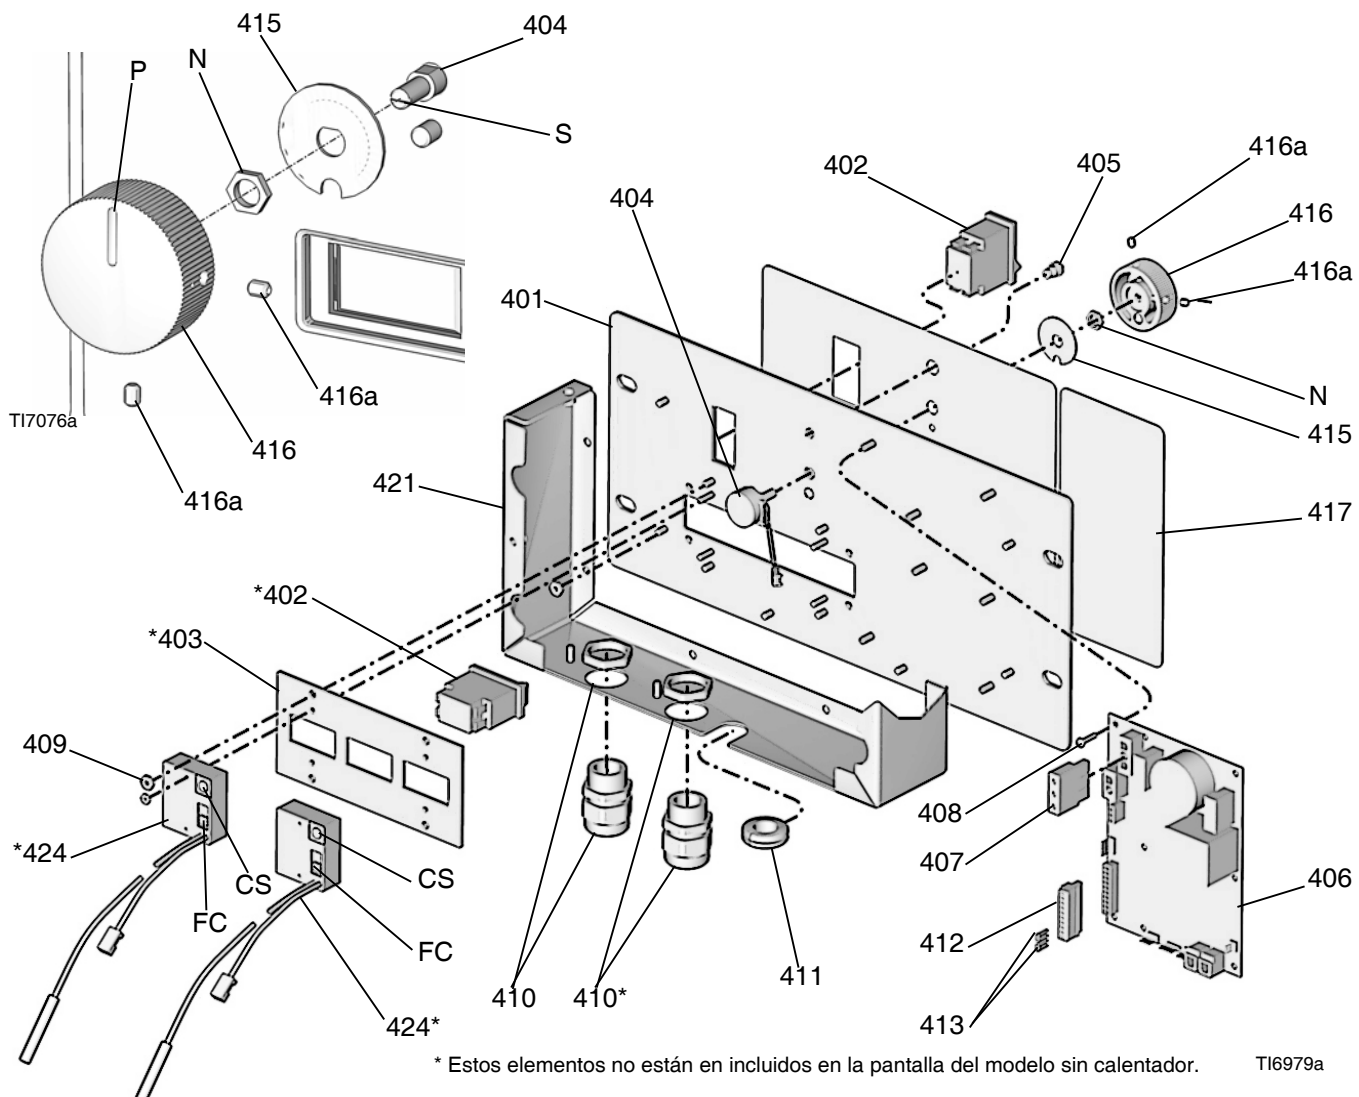
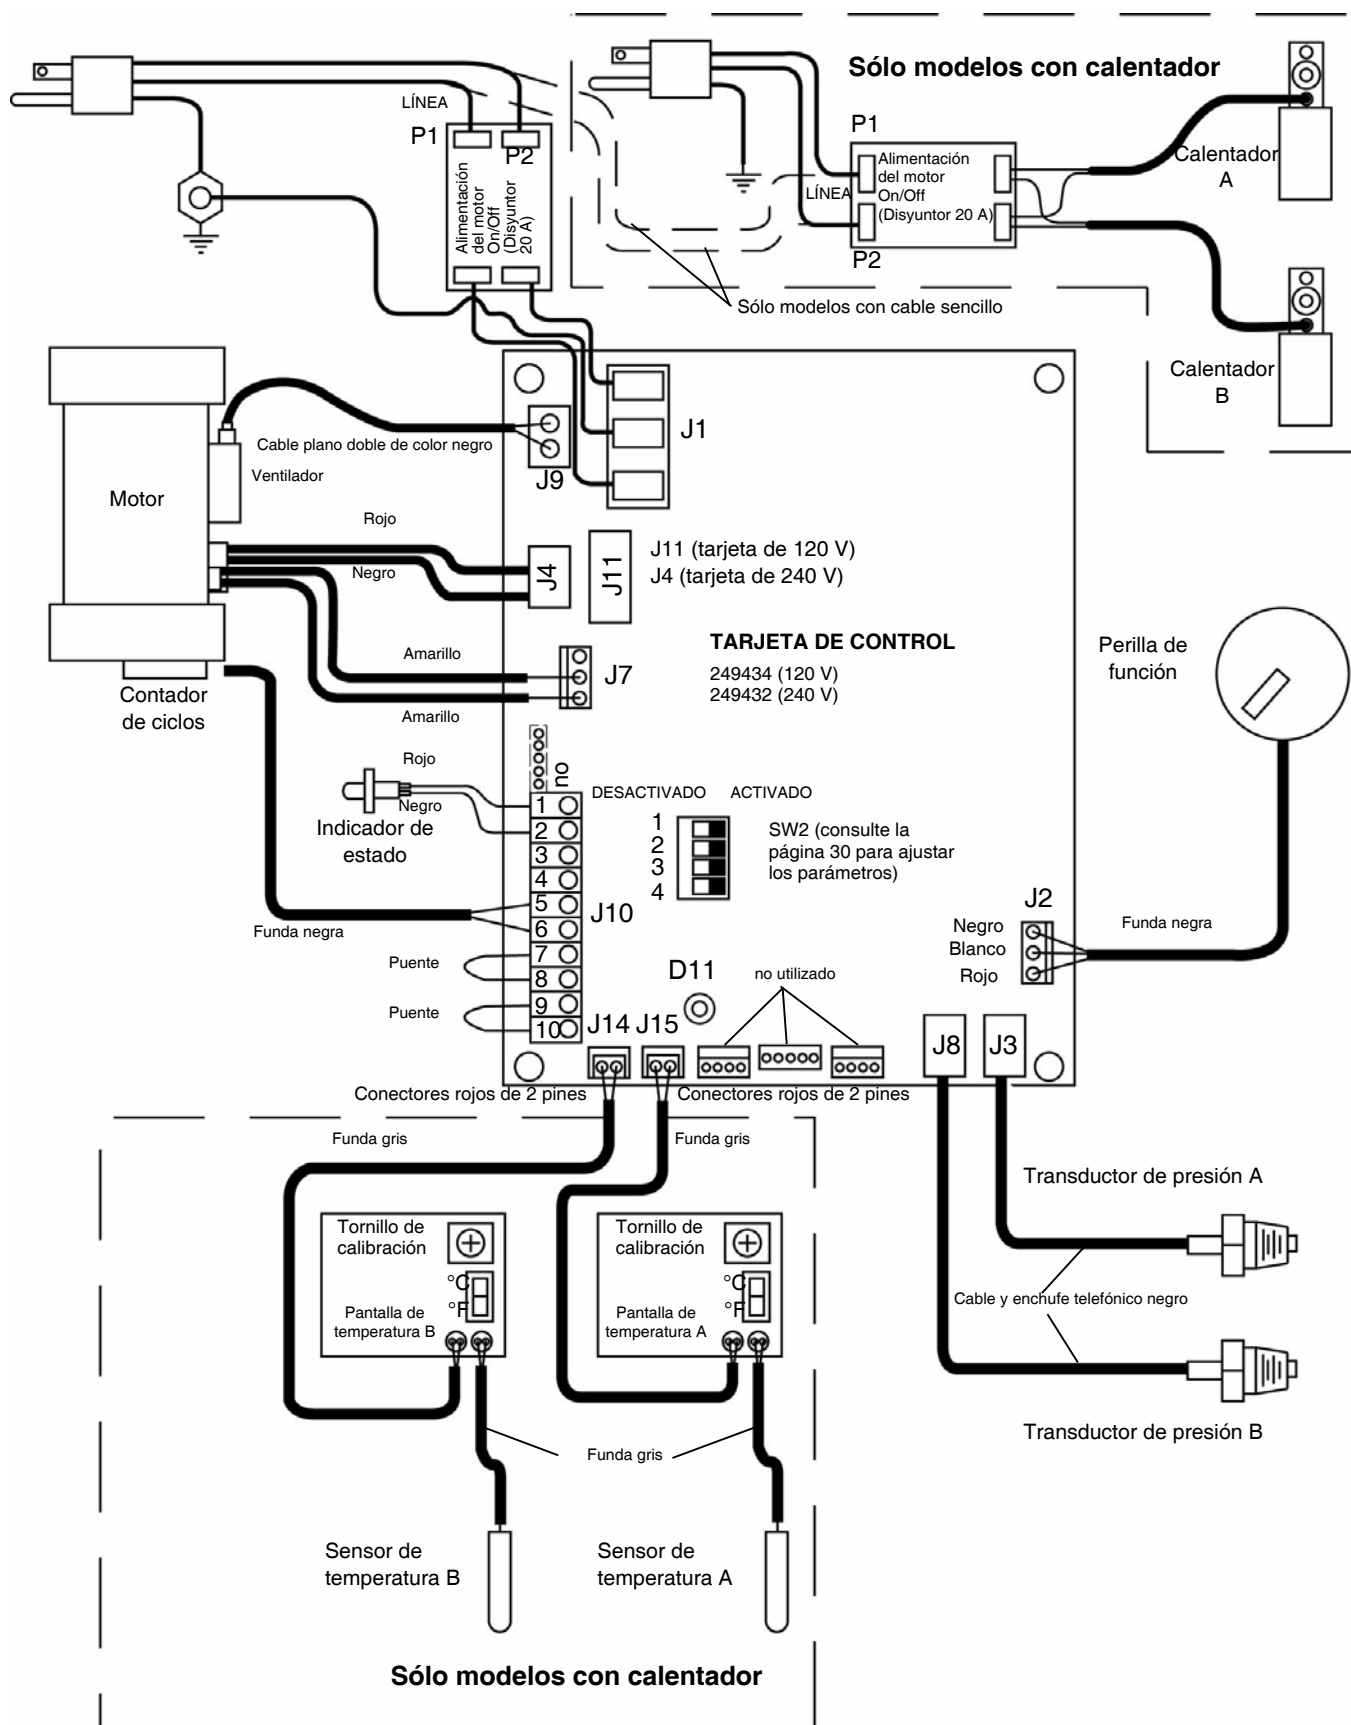

FIG. 13: Módulo de control (modelo con calentador representado)
Fig. 14: Conexiones de cableado del módulo de control
2. Retire la tapa de acceso (39) de la parte trasera del módulo de control.
3. Consulte la FIG. 13, página 40. Busque el interruptor deslizante (FC) en el borde derecho de cada tarjeta de la pantalla de temperatura. La unidad se envía fijada en °F (abajo). Para cambiarla a °C, mueva ambos interruptores hasta la posición superior.
1. Retire la tapa de acceso (39) de la parte trasera del módulo de control.
2. Consulte la FIG. 13, página 40. Busque el tornillo de calibración (CS) en la esquina superior derecha de cada tarjeta de la pantalla de visualización de la temperatura. Gire el tornillo ligeramente para corregir la visualización de temperatura.
3. Retire la tapa de acceso (39) de la parte trasera del módulo de control.
4. Desconecte los cables del potenciómetro de J2 de la tarjeta de control (406). Consulte la FIG. 14, página 42.
5. Consulte la FIG. 13. Retire los dos tornillos de fijación (416a) y saque la perilla de función (416) del eje del potenciómetro (404).
6. Retire la tuerca (N, parte de 404) y la placa de retención (415).
7. Instale el nuevo potenciómetro (404) siguiendo el orden inverso. Coloque el potenciómetro de forma que la ranura (S) esté en posición horizontal. Coloque la perilla (416) de forma que el puntero (P) quede dirigido hacia arriba. Instale la perilla en el eje de forma que la ranura (S) engrane el pasador de alineación en el mando. Empuje la perilla en el eje contra el muelle de retención antes de apretar los tornillos de fijación (416a).
8. Vuelva a conectar los cables del potenciómetro a J2 tal como se muestra en la FIG. 14, página 42.
Hay un LED rojo (D11) en la tarjeta de circuito impreso. Para hacer las comprobaciones, la alimentación debe estar encendida. Consulte en la FIG. 14 la ubicación. Su función es:
(consulte la FIG. 14)
3. Retire la tapa de acceso (39) de la parte posterior del módulo de control para exponer la tarjeta de control (406).
4. Desconecte los cables del transductor de J3 y J8 de la tarjeta. Consulte la FIG. 14, página 42. Intercambie las conexiones A y B y compruebe si se genera un código de estado tras encontrarse un transductor defectuoso. Consulte **Código de estado 3: Fallo del transductor A**, página 31.
9. Conecte el cable del transductor en la tarjeta; consulte FIG. 14, página 42.
Si el motor no está bloqueado por las bombas, puede probarse utilizando una batería de 9 V. Abra las válvulas de recirculación, desconecte J4 o J11 de la tarjeta de control, consulte FIG. 14, página 42. Toque los cables de puente desde la batería con las conexiones del motor. El motor debe girar lenta y suavemente.
- a. Busque la tarjeta de control en la parte trasera del módulo de control, consulte FIG. 14, página 42.
1. Desconecte el cable del ventilador (37) del ventilador (202). Con el motor encendido, pruebe el conector del cable para la tensión de línea (120 V o 240 V).
2. **Si el voltaje no es correcto:** el ventilador es defectuoso. Retire los tornillos que sujetan el ventilador a la carcasa (206). Instale el nuevo ventilador en el orden inverso al desmontaje.
3. **Si el voltaje no es correcto:** inspeccione la conexión del cable del ventilador en J9 de la tarjeta de control; consulte FIG. 14, página 42.